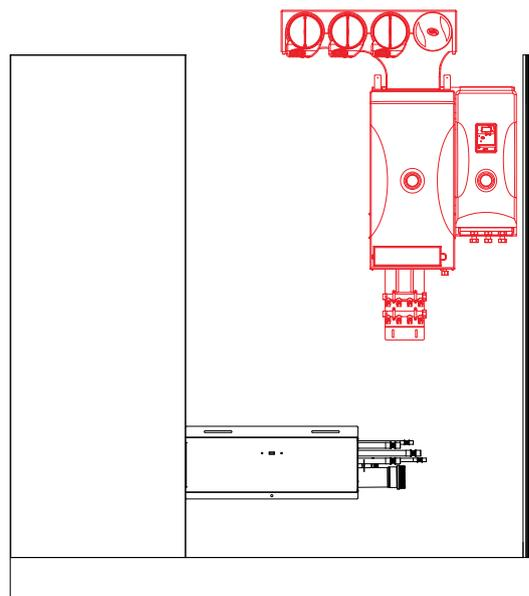

**Fig. 9 / Positionnement matériel aéraulique**
- La centrale Yzentis 40V et le module Ydrolis doivent être positionnés comme indiqué sur Fig. 9